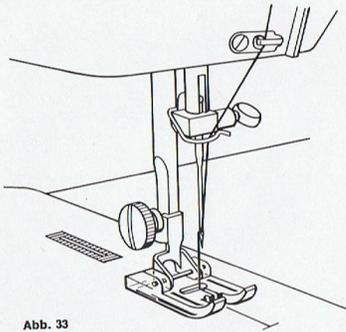

Abb. 33
1. Zickzack-Nähfuß gegen Knopflochfuß (Plastik) austauschen (Abb. 33).